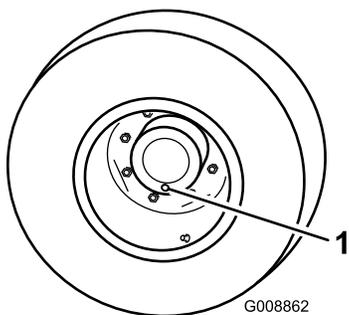

Рисунок 91
1. Поставив машину на ровную поверхность, расположите колесо так, чтобы одна контрольная пробка находилась в самом нижнем положении («6 часов») (Рисунок 91).